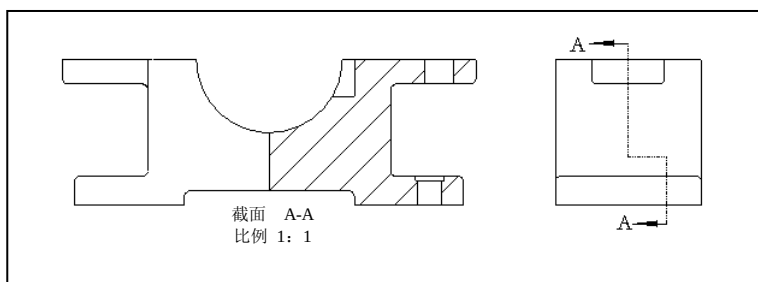
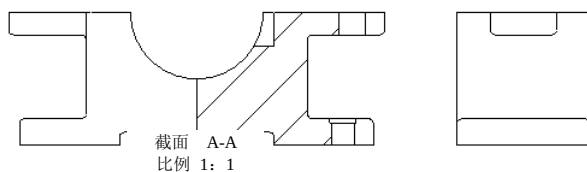

图 3.12.21 创建阶梯剖视图
图 3.12.28 创建左视图
本范例简单地介绍了创建阶梯剖视图的过程。创建阶梯剖视图的关键在于创建好对应的偏距剖截面，同样，在模型中创建偏距剖截面也是较简单的方法。本范例的工程图如图 3.12.21 所示。
Step7. 创建主视图的左视图。单击选中主视图，然后右击，从弹出的快捷菜单中选择 **插入投影视图...** 命令；在系统 **选取绘制视图的中心点。** 的提示下，在图形区主视图的右部任意选取一点，系统自动创建左视图；双击左视图，在弹出的“绘图视图”对话框中设置视图的显示模式为 **消隐**，切线显示模式为 **无**，结果如图 3.12.28 所示。
Step8. 添加箭头。选取图 3.12.28 所示的主视图，然后右击，从弹出的快捷菜单中选择 **添加箭头** 命令，单击左视图，系统自动生成箭头，如图 3.12.21 所示。